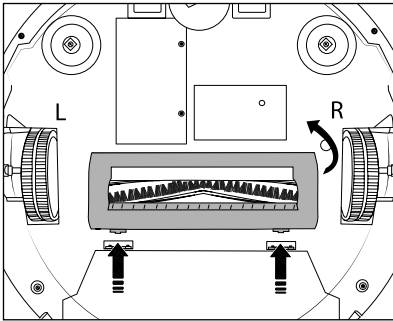

Abb. 14
- ♦ Drücken Sie auf die beiden Entriegelungstasten der Bürstenrollenabdeckung **15**, um diese zu lösen. Nehmen Sie die Bürstenrollenabdeckung **15** vom Gerät ab (siehe Abb. 14).